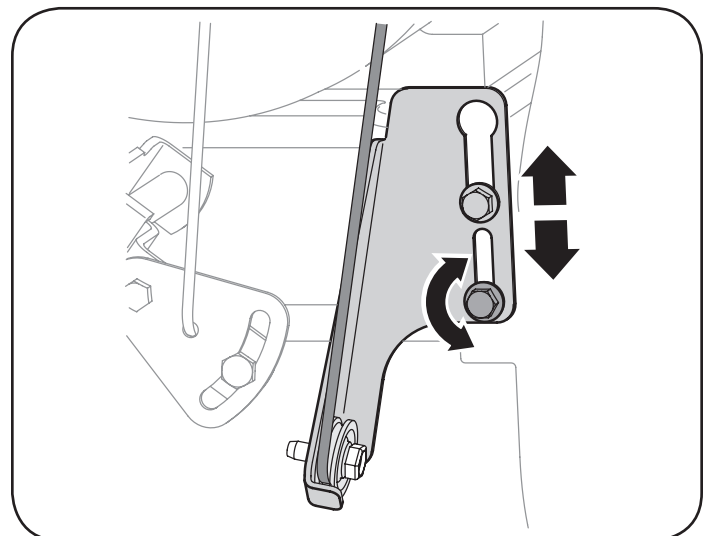

Figura 25
- b. Afloje la tuerca hexagonal inferior del soporte del cable de la transmisión. Vea la Figura 25.